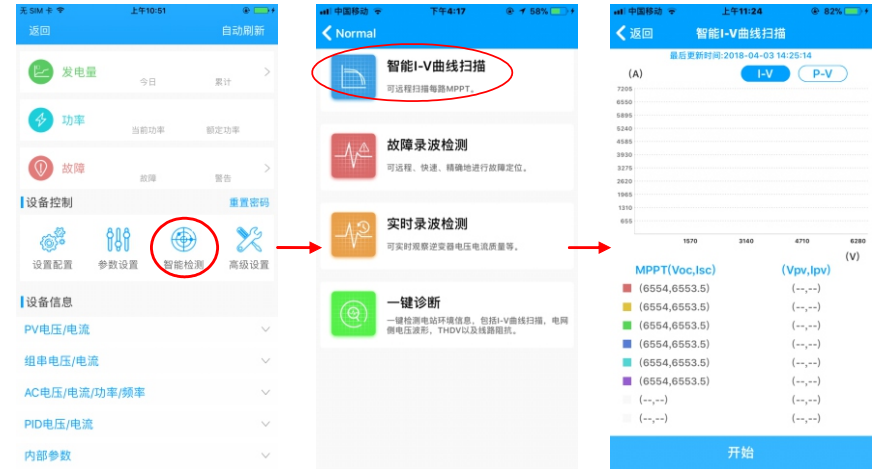

图 8.39
E.智能-I-V曲线扫描：可远程扫描每路MPPT，如图8.39。